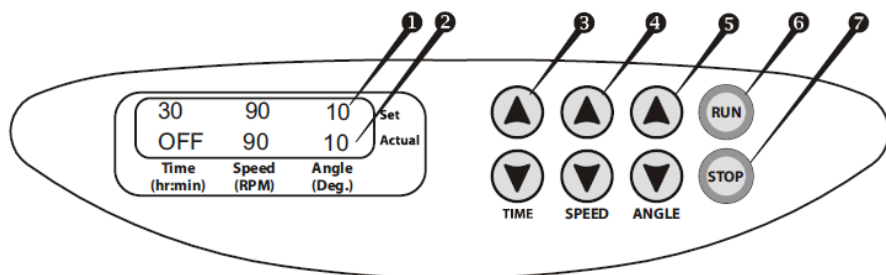

Fig.1. Panneau frontal
- 4.2. L'écran s'allumera : la ligne supérieure affichera la durée, la vitesse en TPM et l'angle d'inclinaison programmés précédemment (Set , fig.1/1), tandis que la ligne inférieure (Actual fig.1/2) indiquera les relevés réels des paramètres (0:00 — durée, indication de mode (STOP/ RUN) ).
- 4.3. Réglage de la durée. Utilisez les touches ▼TIME et ▲ (Fig. 1/3) pour programmer l'intervalle de durée de travail souhaitée en heures et en minutes (intervalle d'incréméntation de 1 min). Appuyez sur la touche pendant plus de 3 secondes pour augmenter l'incréméntation.
**Remarque :** Si la durée d'utilisation n'est pas programmée et que l'indicateur du minuteur affiche 0:00, appuyez sur la touche RUN (Fig. 1/6) pour que l'appareil se mette à fonctionner en continu jusqu'à ce que la touche STOP (Fig. 1/7) soit pres-sée.
- 4.4. Réglage de la vitesse. Utilisez les touches ▼SPEED et ▲ (Fig. 1/4) pour régler l'intensité d'agitation souhaitée en oscillations par minute (intervalle d'incréméntation de 1 oscill./min.). Appuyez sur la touche pendant plus de 3 secondes pour augmenter l'incréméntation.
- 4.5. Réglage de l'angle d'inclinaison. Utilisez les touches ▼ANGLE et ▲ (Fig. 1/5) pour régler l'angle nécessaire (intervalle d'incréméntation 1 °). Appuyez sur la touche pendant plus de 3 secondes pour augmenter l'incréméntation.
- 4.7. Appuyez sur la touche **RUN** (Fig. 1/6). La plate-forme se mettra à tourner et l'indicateur du minuteur commencera à décompter l'intervalle de temps (précis à 1 minute près).
- 4.8. Si la plate-forme est surchargée, le dispositif tentera à trois reprises de redémarrer (indication : DRIVER ERROR). Si les tentatives échouent, l'indication clignotante OVERLOAD apparaîtra sur l'écran, tandis qu'un signal sonore répétitif se fera entendre jusqu'à ce que la touche **STOP** (Fig. 1/7) soit pressée. Éliminez les causes possibles de la surcharge, puis retentez l'opération (voir paragraphe 4.6).